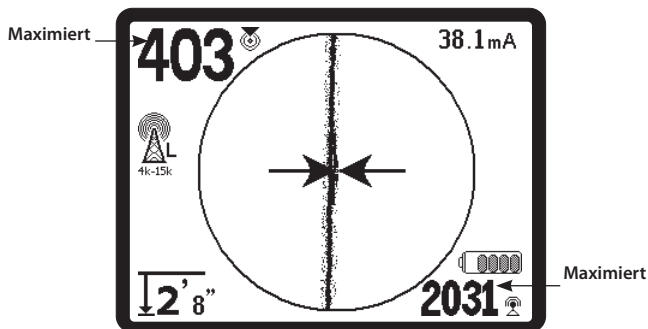

Abbildung 23: Lokalisierung mit hoher Wahrscheinlichkeit
3. Gehen Sie bei der Suche nach der Leitung nach den Führungspfeilen, dem Annäherungswert, der Signalstärke und der Suchlinie vor. Diese Informationen werden aus einzelnen Signaleigenschaften gewonnen, die bei der Suche nach der Leitung helfen, die Qualität der Lokalisierung zu beurteilen. Ein **unverzerrtes** Signal einer Leitung ist unmittelbar über dieser Leitung am stärksten. (Hinweis: Im Gegensatz zu den Signalerfassungslinien erfordern die Richtungspfeile, dass der Benutzer *das Suchgerät so ausrichtet*, dass der Führungspfeil im Winkel von 90 Grad auf die Signalerfassungslinie weist. (Siehe Abbildung 23.))